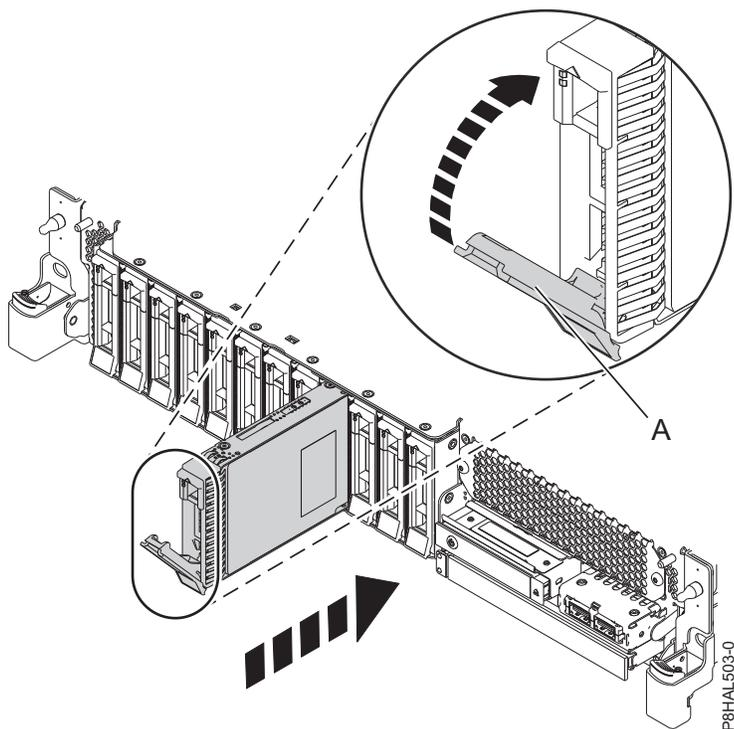
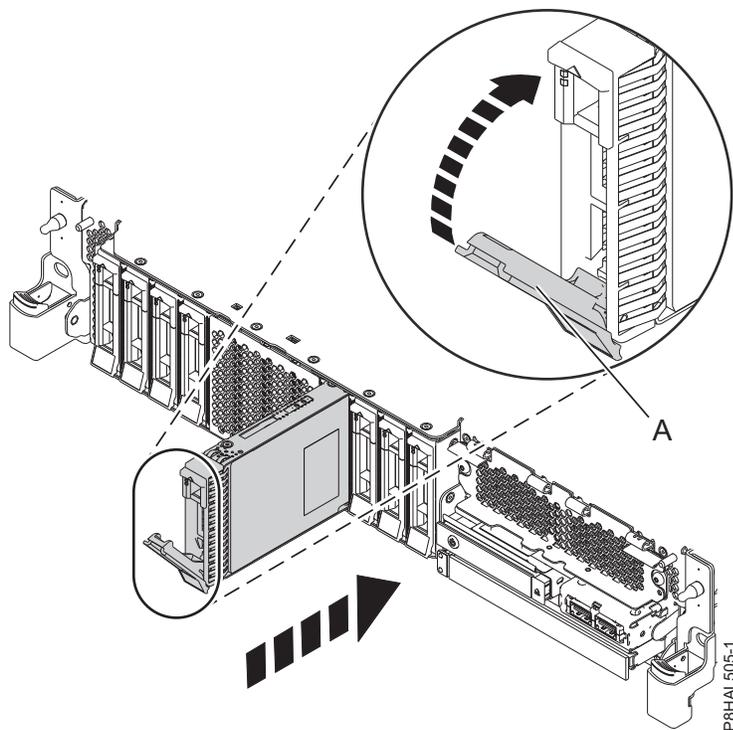

図 32. 基本機能 システムへのディスク・ドライブの取り付け
図 33. 拡張機能 システムにおけるディスク・ドライブの取り付け
4. ハンドルを押して手前に引き出して、ドライブ・ベイ・ハンドル (A) をアンロックします。ハンドルが完全に引き出されていないと、ドライブをシステムの中にスライドさせることができません。36 ページの図 32 および 37 ページの図 33 を参照してください。
8. 選択したスロットの識別 LED が明滅したら、ドライブをスロットの中に奥まで差し込み、ドライブ・ベイ・ハンドル (A) をロックされるまで押します。図 32 および 37 ページの図 33。